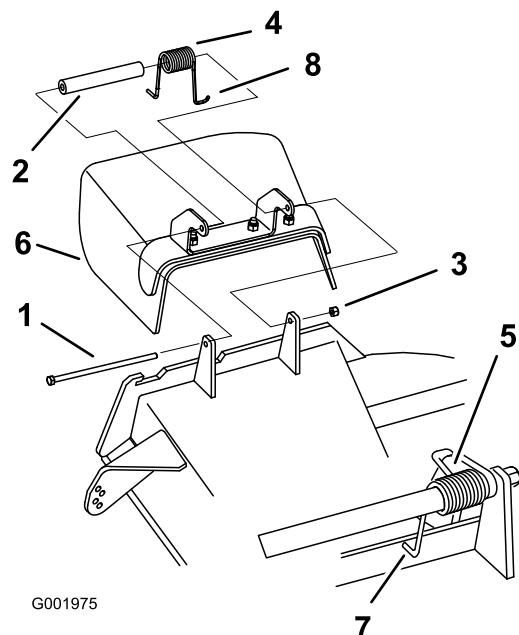

Figura 80
1. Retire la contratuerca, el perno, el muelle y el espaciador que sujetan el deflector a los soportes de pivote (Figura 80). Retire el deflector de hierba dañado o desgastado.
Nota: Asegúrese de colocar el extremo en L del muelle detrás del reborde de la plataforma antes de instalar el perno, según se muestra en la Figura 80.
3. Instale el perno y la tuerca. Coloque el extremo en J del muelle alrededor del deflector de hierba (Figura 80).